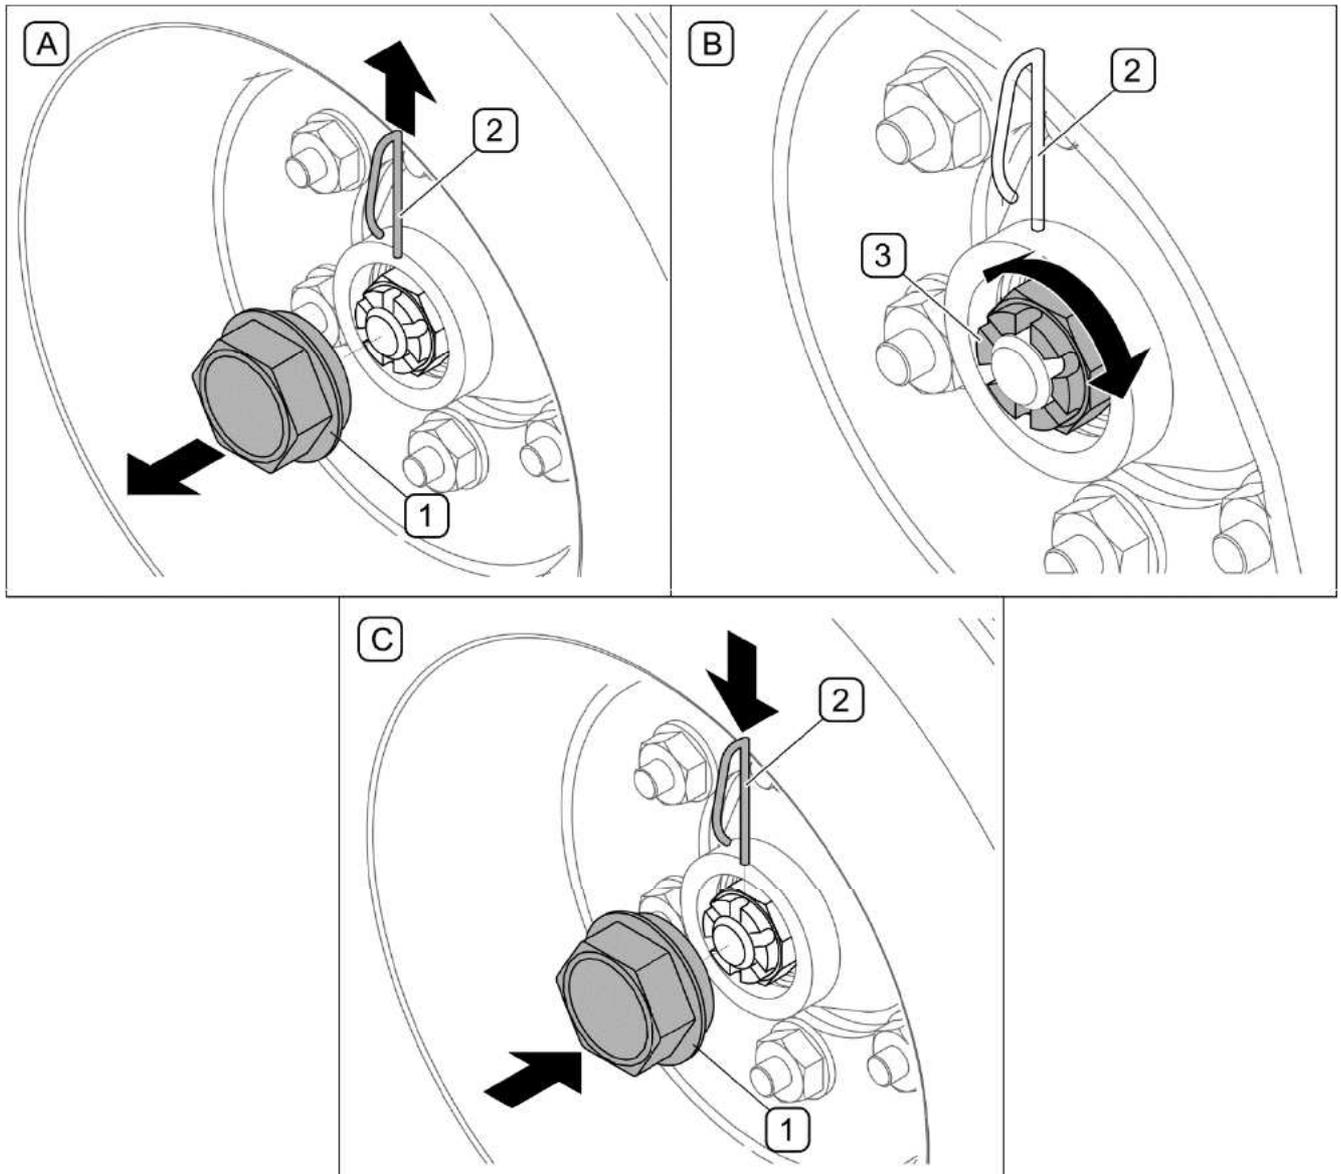

ABB. 5.31 Einstellen der Radlager
- Wenn das Rad ein zu großes Spiel aufweist, die Nabenabdeckung (1) entfernen und den Splint (2), (A, ABB. 5.31) herausziehen.
- Das Rad drehen und gleichzeitig die Kronenmutter (3) festziehen, bis das Rad vollkommen stillsteht. Die Mutter um eine 1/3-Drehung lösen, bis sie sich die nächste Nut für den Splint (2) mit der Öffnung im Zapfen (B, ABB. 5.31) deckt.
- Die Kronenmutter mit dem Splint (2) sichern und die Nabenabdeckung (1) aufsetzen (C, ABB. 5.31). Das Rad muss sich flüssig, ohne Störungen und Reibung, die durch einen Kontakt zwischen Bremsbacken und Bremstrommel verursacht wird, drehen lassen.